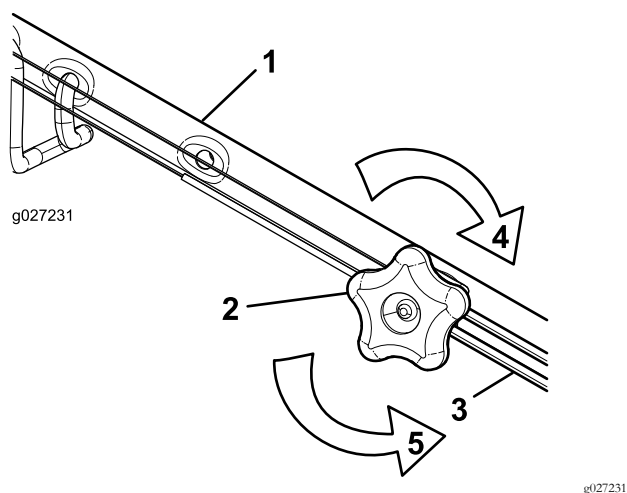

Figura 32
1. Gire el pomo de ajuste en sentido antihorario para aflojar el cable (Figura 32).
2. Ajuste la tensión del cable (Figura 32) tirando del mismo hacia atrás o empujándolo hacia adelante, y sujételo en esa posición.